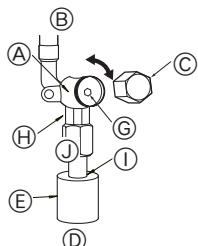

Fig. 4-5
(1) Gassidan på P100-P140 (Fig. 4-5)
- ① Ta bort kåpan och vrid ventilstången motsols så långt det går med en 5 mm sexkantsnyckel. Sluta när den når stoppet.